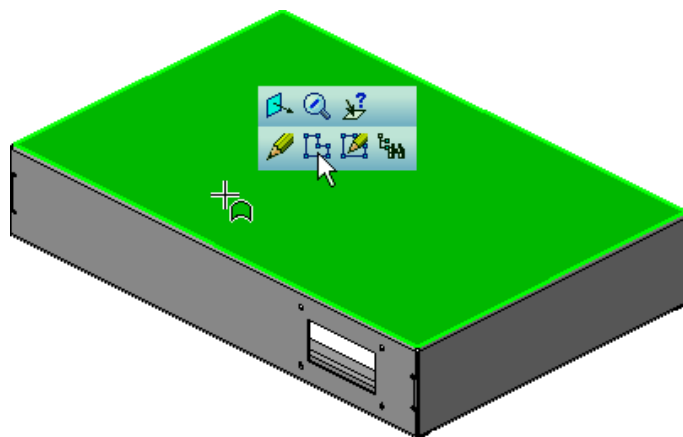

Рисунок 58.
- Разверните Ящик днищем вверх, укажите грань и создайте эскиз (рис. 58).